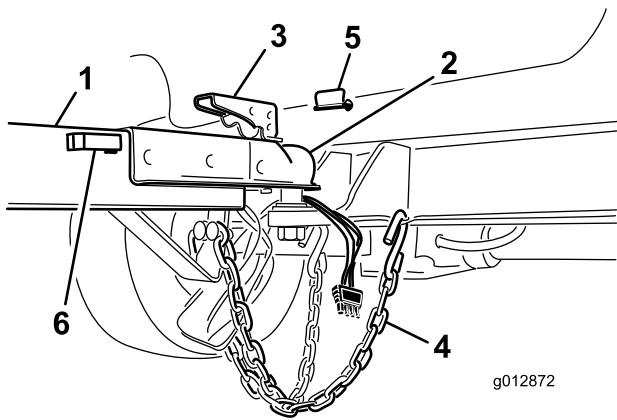

Figura 8
2. Levante la palanca de acoplamiento de la lengüeta y baje el enganche sobre la bola (Figura 8).
4. Instale el pasador para bloquear la palanca de acoplamiento (Figura 8).
5. Cruce las cadenas de seguridad y conéctelas a los taladros del enganche (Figura 8).